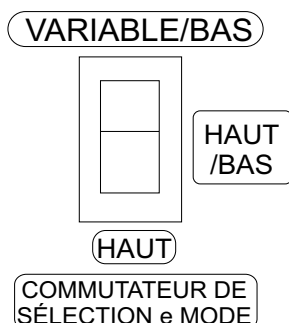

**Figure 39. Commutateur de sélection du mode-e (mode CV)**
- Placer le sélecteur de mode-e (Figure 39) dans la position souhaitée définie par Tableau 21 ou Tableau 22. Ce commutateur est du type à bascule à 3 positions.